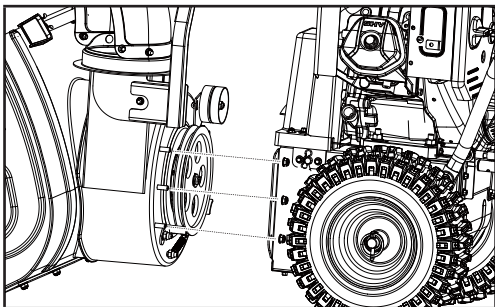

Figure 37
6. Dévissez 6 écrous M8 pour séparer le boîtier de la tarière de la base (figure 37).